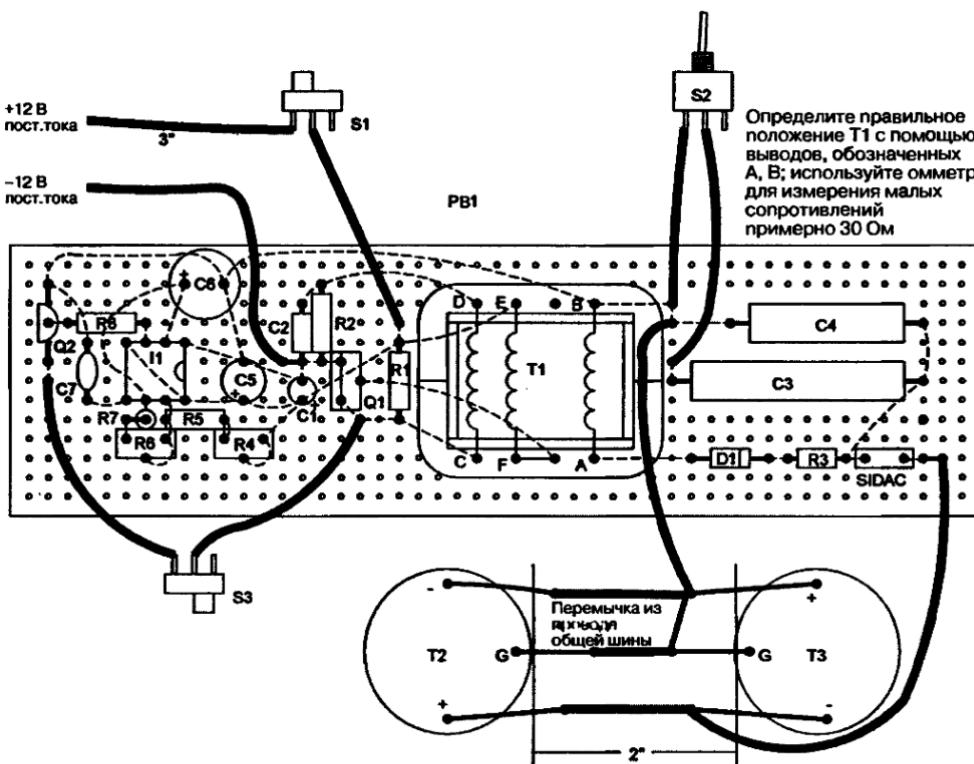

Рис. 15.3. Расположение компонентов на плате и подключения
2. Вставьте выводы компонентов в отверстия платы, начиная с левой узкой стороны печатной платы, и следуйте расположению, показанному на рис. 15.3, используя отверстия в качестве ориентиров. Используйте выводы компонентов для выполнения соединений по ходу распайки в соответствии с принципиальной схемой. Соединения проводятся с тыльной стороной установки компонентов и поэтому показаны пунктирной линией. Рекомендуется примерить до начала пайки более габаритные компоненты. Избегайте мостиков из оголенного провода, некачественных паяных соединений и возможных замыканий вследствие пайки.
Следите за полярностью подключения электролитических конденсаторов (она указана знаком «+») и всех полупроводниковых приборов. Правильно установите микросхему II, начало выводов которой определяется по ключу (вырез в виде полуокружности и вывод 1 слева от ключа). Положение трансформатора определяется по показаниям омметра (см. рис. 15.3). Заметьте, что SIDAC может иметь два или три вывода. В данной схеме используются только 2 внешних вывода без соблюдения полярности. Их можно подключать как угодно.
4. Предварительно соедините T2 и T3 (см. рис. 15.3), соблюдая разделительное расстояние между ними в 5 см. Используйте короткие куски провода в виниловой оплётке для объединения их выводов на плате из пластика. Соединения с другими компонентами на макетной плате ведите проводом длиной 12,5 см.